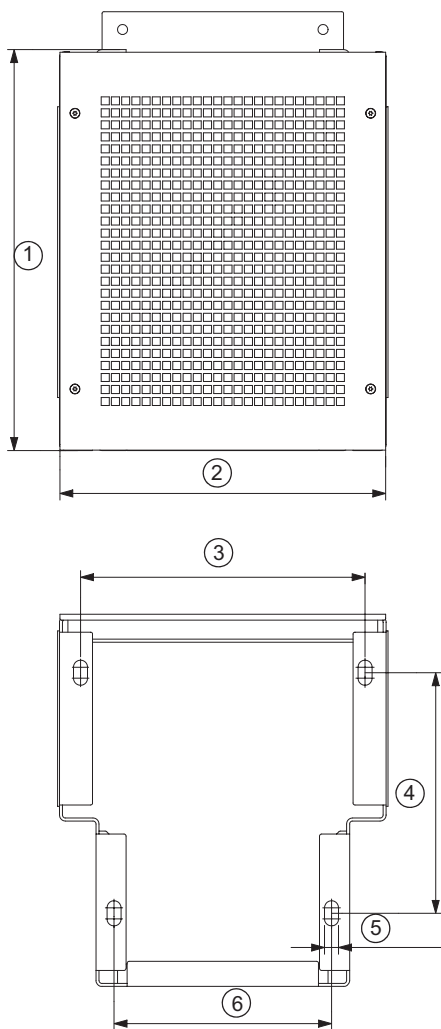

Рис. 5 Шаблон для сверления под цоколь
1. Отметьте монтажные отверстия на полу. См. рис. 5.